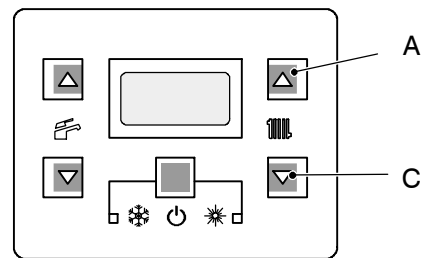

Fig. 9.7
- 2 To move trough the parameters press c.h. set keys (A or C Fig. 9.7)
- 5 To change the parameters press c.h. set keys (A or C Fig. 9.7)